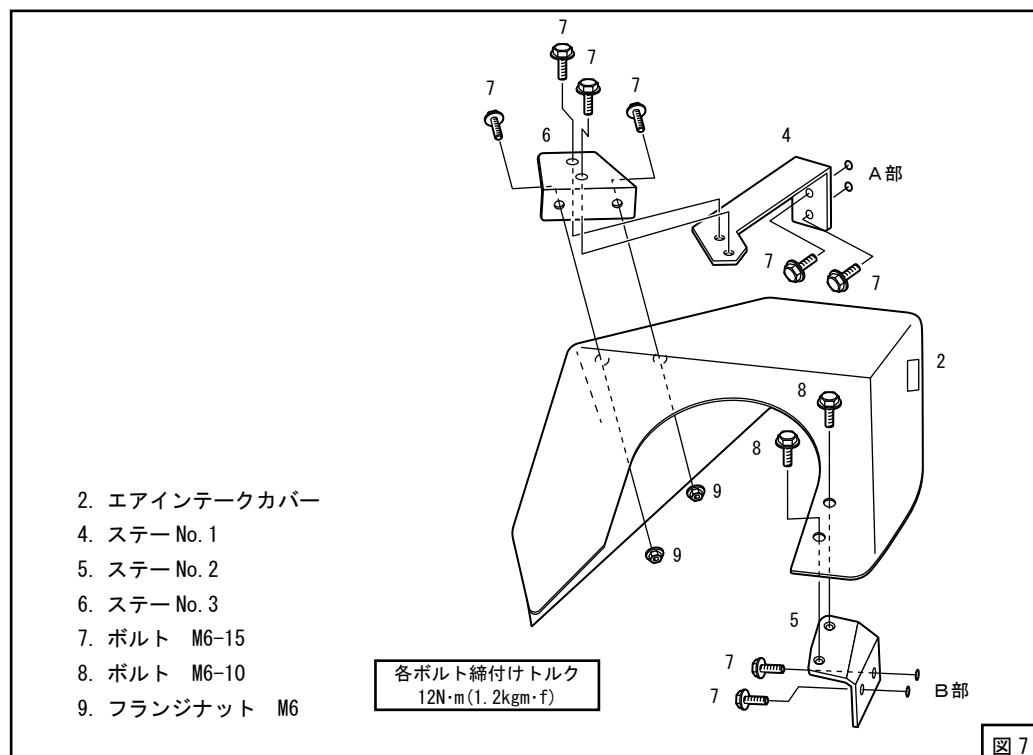

図7
(図2、図3、図7)
(1) ステーNo.3をエアインテークカバーに仮付けしてください。(図7)
(2) エアインテークカバーを車輛に仮付けしてください。(図7)